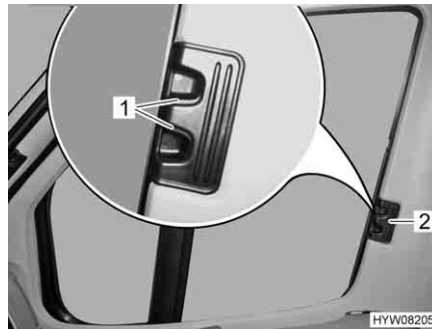

Bild 76 Faltschutz für Fahrer-/Beifahrerfenster
- Entriegelungsgriffe (Bild 76,1) zusammendrücken und gedrückt halten.
- Die Faltschutzrollen für das Fahrerfenster und das Beifahrerfenster am Griff (Bild 76,2) zur anderen Fensterseite ziehen und an den Magnetstreifen aneinanderfügen.
- Die Faltschutzrollen für das Fahrerfenster und das Beifahrerfenster am Griff (Bild 76,2) bis zum Anschlag einschieben.
- Entriegelungsgriffe (Bild 76,1) loslassen und einrasten lassen.